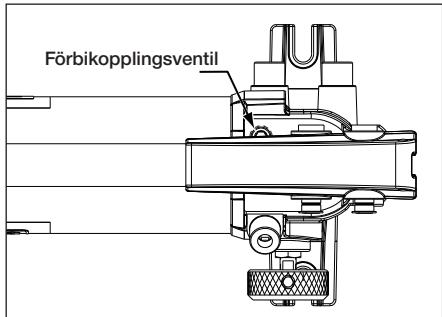

Figur 14, Justeringsskruv för säkerhetsventil
4. Lossa justeringsskruven för säkerhetsventil ungefär 2 varv med en 7/32 tum insexfnyckel. Se Figur 14.